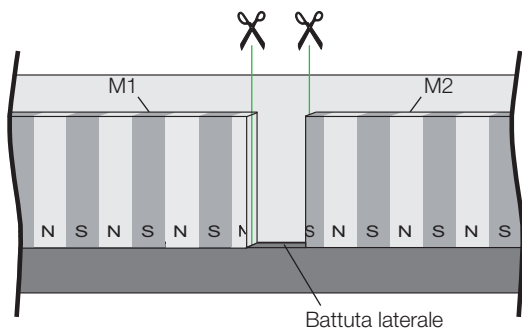
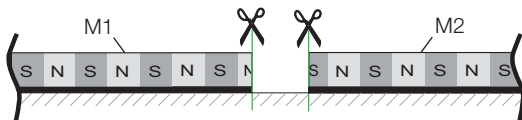
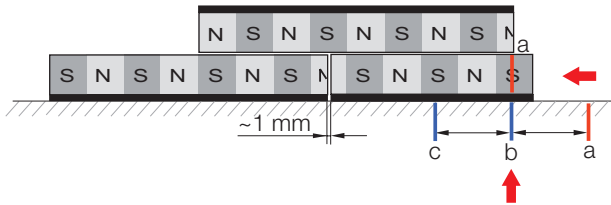

Fig. 4-8: Vista dall'alto corpo di misura
Fig. 4-9: Vista lineare
Fig. 4-13: Posizionare il corpo di misura accorciato
i La quotatura indicata nelle Fig. 4-8 fino alle Fig. 4-13 si riferisce a un corpo di misura con larghezza poli da 5 mm. Con una larghezza poli da 10 mm occorre raddoppiare le dimensioni indicate.
i Tagliare dritte entrambe le estremità dei corpi di misura sul giunto (Fig. 4-8 e Fig. 4-9)
1. Il corpo di misura M1 è già incollato. Fissare sul giunto una battuta laterale, in modo che il corpo di misura M2 da disporre in fila possa essere allineato in modo preciso (Fig. 4-8).
8. Appoggiare il corpo di misura di ausilio sul corpo di misura M1 e portarlo in una posizione stabile, quindi fissarlo con del nastro adesivo (Fig. 4-13).
9. Spingere il corpo di misura M2 accorciato sul giunto, finché il contrassegno (a) sul corpo di misura è a filo con il contrassegno (b) o (c) sulla parte macchina (Fig. 4-13). Ora il corpo di misura di ausilio deve avere solo una posizione stabile in cui *si blocca in posizione*. Eventualmente spostare leggermente il corpo di misura M2 a destra o a sinistra, per trovare la posizione con la forza di attrazione massima.